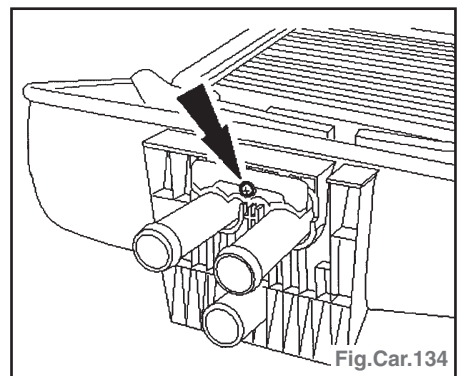

Fig.Car.134
- Déposer la vis de fixation de radiateur de chauffage (Fig.Car.134).